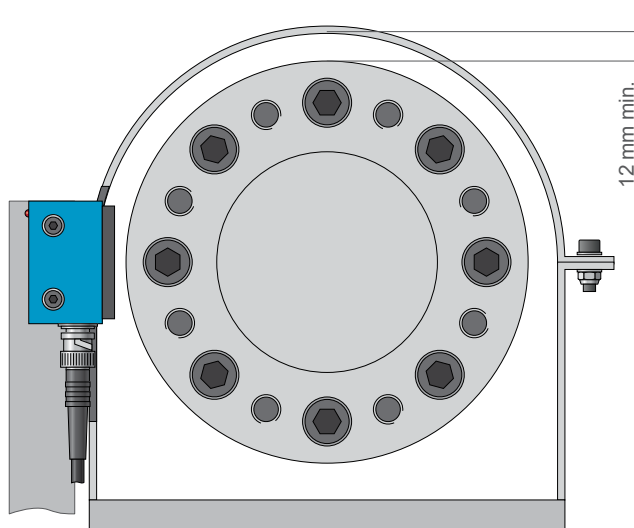

Fig.2-22 Distance entre le couplemètre et les éléments de protection
- Maintenez les éléments de protection à une distance suffisante des pièces en rotation. Une distance minimale de 12 mm doit être maintenu entre les pièces en rotation et les éléments de protection (voir Fig.2-22)